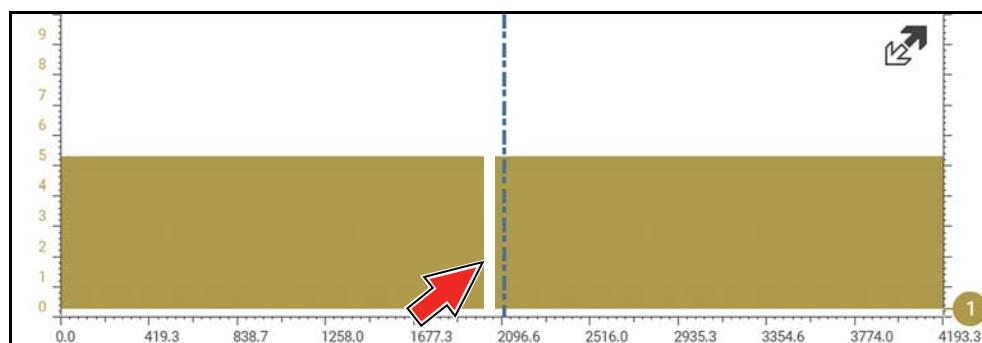

Figura 10-41
- 2 - Pause a captura de dados e reduza o zoom (este exemplo é em 256X) para ver mais dados e talvez encontrar uma falha (Figura 10-41). Neste exemplo, o cursor foi colocado do lado direito de uma falha. A forma de onda está muito comprimida e não dá para ver detalhes, mas a falha se destaca como uma área clara fina na forma de onda.